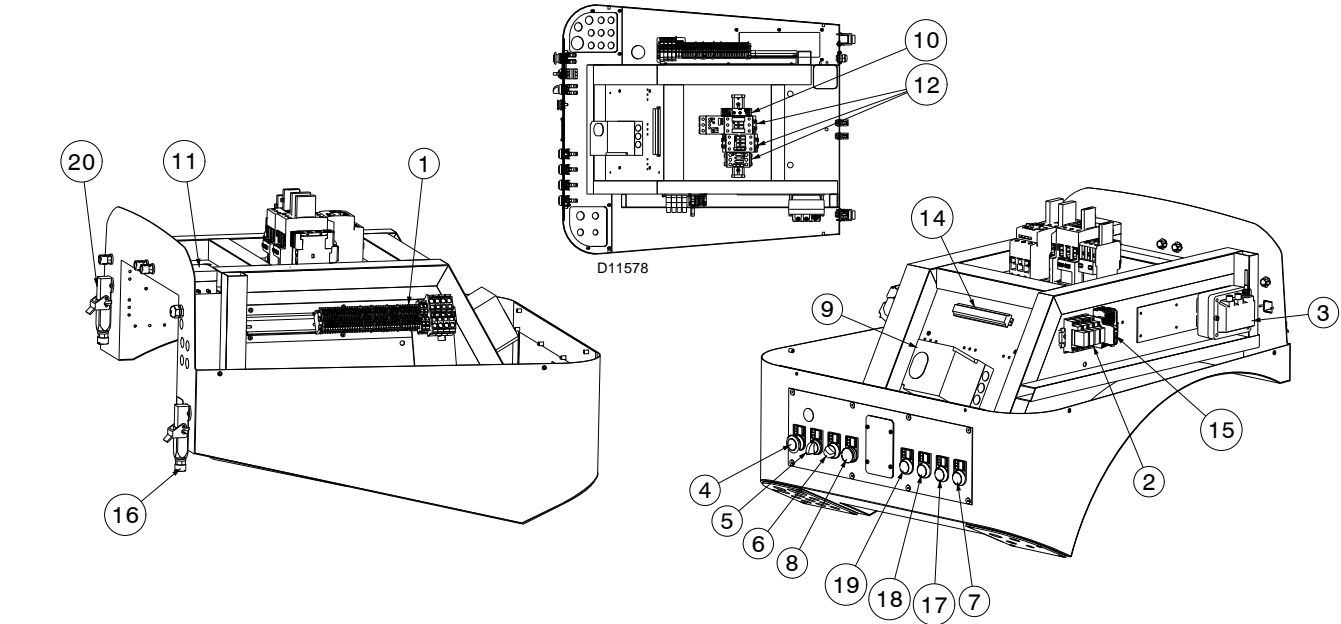

图 6
- **控制盒锁定：**如果控制盒按钮(红色led灯) 9)(图 6)以及按钮8)指示灯亮起，表示燃烧器锁定。如需要复位，按下按钮 8)。